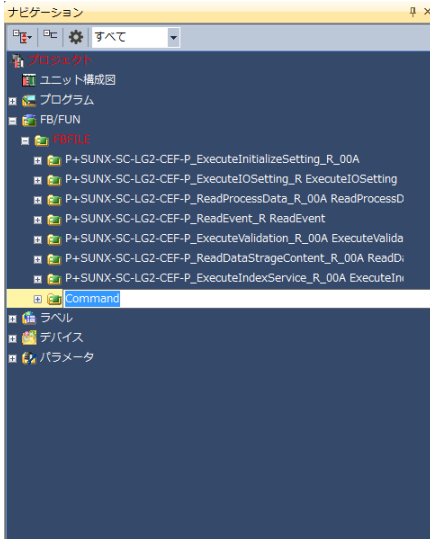

図 5.2-3 FB 名称の変更
- 貼り付けた FB を選択し、キーボードの「F2」を押し、FB ラベル名称を変更します。(図 5.2-3)